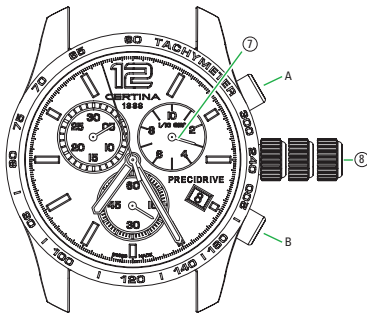

Abb. 1
**AbleSEN der Zeit (gemäß Beispiel Abb. 1)**
**AbleSEN der Zeit 1 (gemäß Abb. 1)**